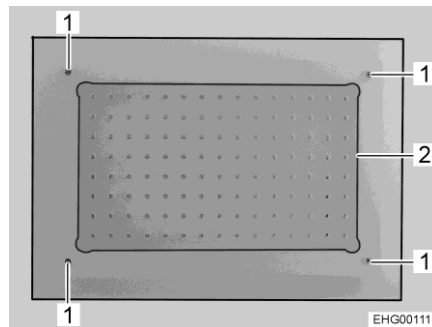

Bild 299 Deckenleuchte
- 4 Schrauben (Bild 299,1) herausdrehen.
- Glasplatte (Bild 299,2) mit fest montierten LEDs abnehmen.
- Neue Glasplatte inklusive LEDs aufsetzen und 4 Schrauben (Bild 299,1) hineindrehen.